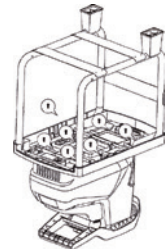

Fig.3
3. Sujete el chasis al motor con los 6 tornillos del chasis (Fig 3).